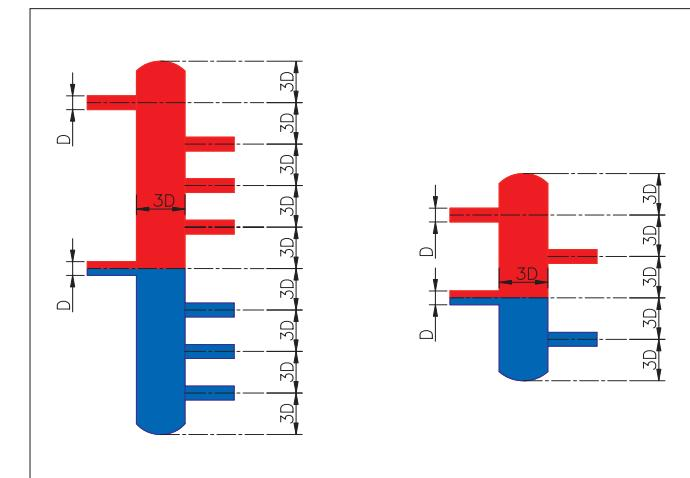

Рисунок 3.
Термогидравлический распределитель и гидравлический разделитель конструктивно представляют собой вертикально установленную перемычку большого диаметра (**рисунок 3**). За счет большого диаметра (по отношению к диаметру трубопровода котлового контура) быстро гасится скорость теплоносителя в термогидравлическом распределителе (или гидравлическом разделителе). Гидравлическое сопротивление такого устройства пренебрежительно мало по отношению к сопротивлению контуров отопления и котла. Таким образом, между котлом и контурами отопления появляется буфер с практически нулевым сопротивлением, то есть контуры отопления никаким образом не будут оказывать влияние на контур котла и расход теплоносителя через котел. Функцию гидравлического разделения котлового контура и контуров отопления выполняют оба этих устройства.
3. Для определения размеров термогидравлического распределителя и гидравлического разделителя необходимо использовать правило 3-х диаметров (3D) либо специальное программное обеспечение. Между осями любых двух подсоединений к термогидравлическому распределителю (гидравлическому разделителю) должно быть расстояние не меньше, чем 3 диаметра (**рисунок 3**). Из **рисунка 3** видно, что высота гидравлического разделителя гораздо меньше, чем высота термогидравлического распределителя.